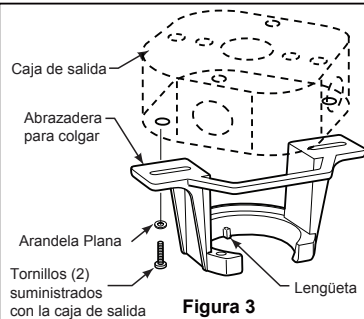

Figura 3
Uso del soporte (Figura 3)
3. Afloje los dos tornillos de fijación del soporte del barral de soporte para techo a través de la varilla. Introduzca los cables a través de la varilla. (Figura 3)
- ☐ 1. Fije bien la abrazadera para colgar a la caja de salida (no se incluye) con los tornillos y las arandelas provistas con la caja de salida. (Figura 3)
2. Deslice el receptor en el soporte de suspensión antes de realizar el cableado como se muestra en la figura 3.
- ☐ 3. Extraiga uno de los tres tornillos del unidad del carcasa de interruptor y guarde los tornillo para pasos posteriores. Afloje levemente los otros dos tronillos. (Figura 3)
3. Retire la cubierta de la batería del control remoto con un destornillador y conserve el tornillo para luego. (Figura 3)